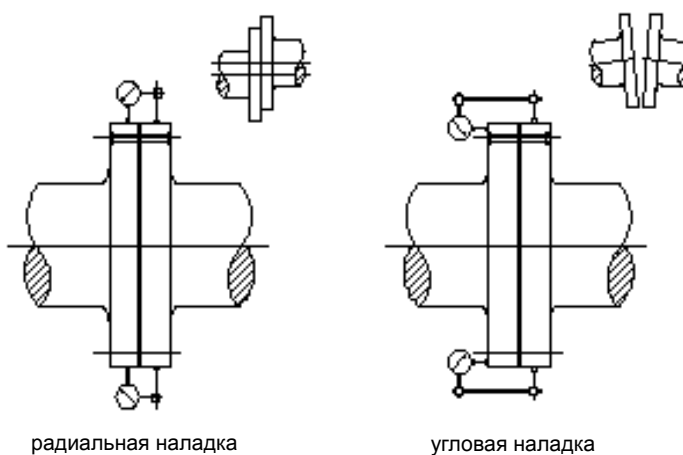

Рисунок 3-8 Проверка выравнивания с помощью индикаторов
3. Установить регулировочное оборудование. Если используются индикаторы, то стрелку на циферблате следует установить примерно посередине шкалы. Проверить жёсткость кронштейнов индикатора, чтобы предотвратить опасность прогибания, см. *Рисунок 3-8 Проверка выравнивания с помощью индикаторов*